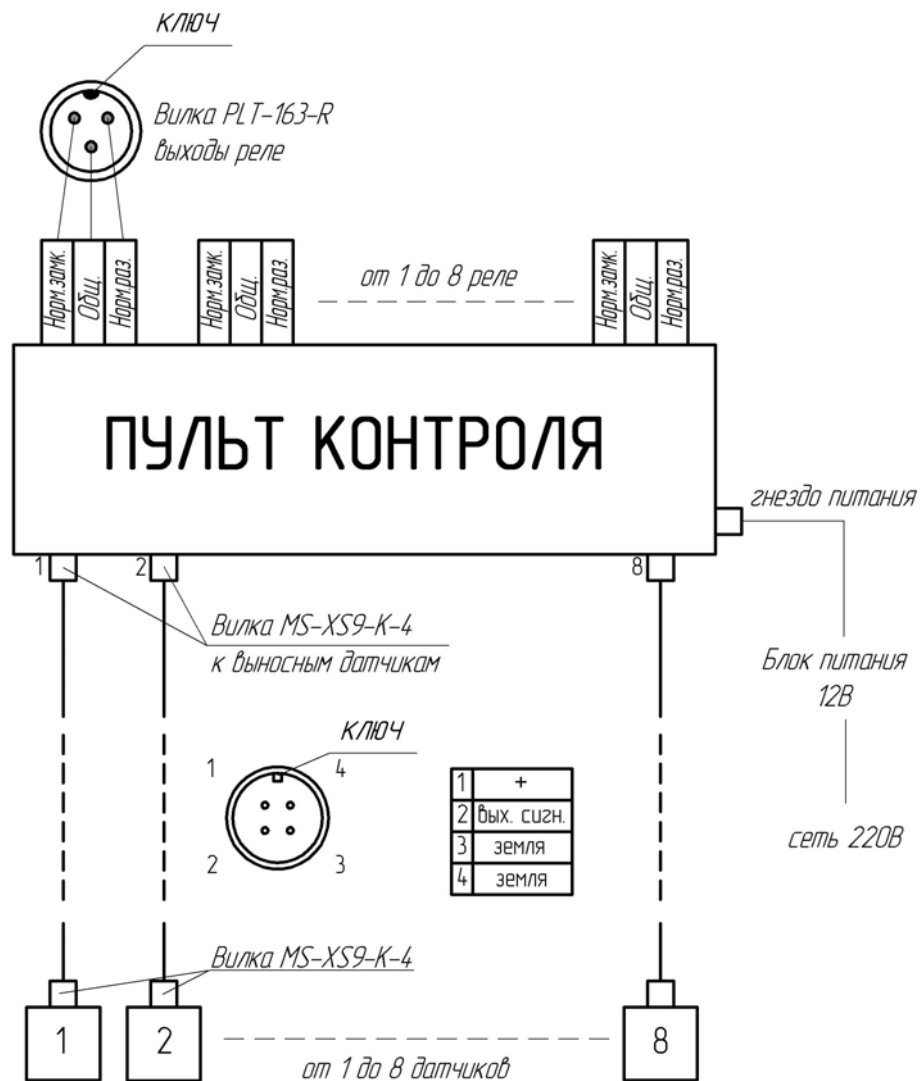

Рис. 1 Структурная схема системы А-8 контроля концентрации газов на 8 датчиков.
2.1. Система состоит из пульта контроля, датчиков (количество датчиков см. в паспорте на пульт), блока питания и соединительных кабелей. Структурная схема системы приведена на рис. 1.